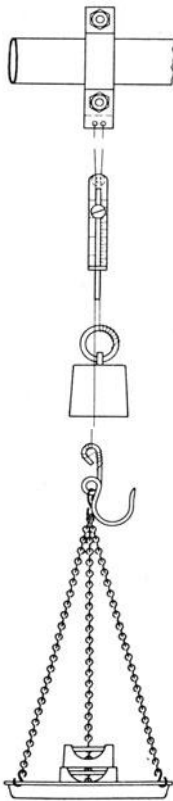

Fig. 25.
**Anleitung.** a) Hänge am Deckenhaken oder an der Schelle des Deckenbalkens in  $\sim 1$  cm Abstand zwei Drahtstücke nebeneinander auf. Befestige den einen Draht an dem geteilten Stab und den andern Draht an dem Läufer der Tiefenlehre. Spanne den ersten Draht mit einem 2 kg\*-Stück dauernd straff und hänge an den andern Draht, den Meßdraht, die Wagschale (Fig. 25).